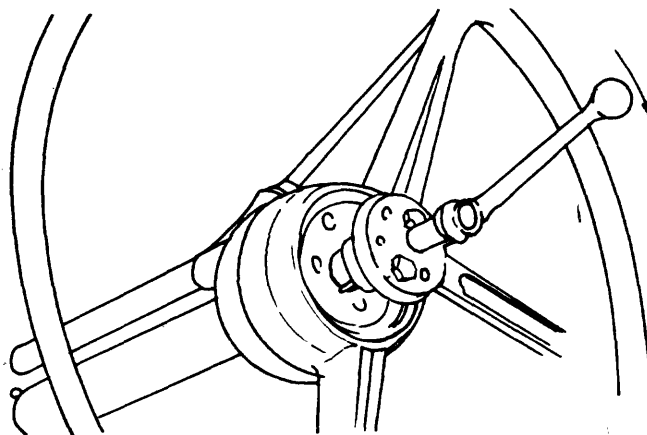

Fig. 1
- e Coloque el extractor y desmonte el volante (fig. 1).